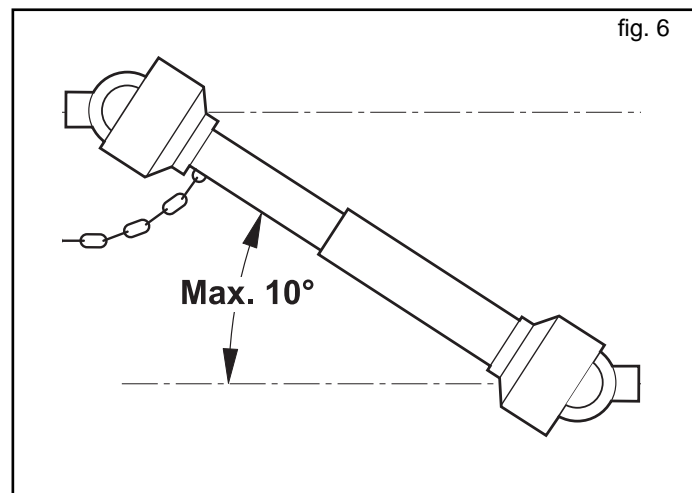

fig. 6
- 12) Die Zapfwelle immer ausschalten, wenn die Kardanwelle einen zu großen Winkel einnimmt (nie über 10 Grad - Abb. 6) und wenn sie nicht gebraucht wird.